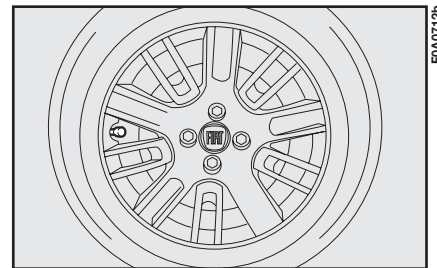

fig. 12
**20)** per le versioni con coppa ruota grande, posizionarla facendo coincidere il simbolo  fig. 12 con la valvola di gonfiaggio ed avvitare i quattro bulloni come indicato al punto 19).